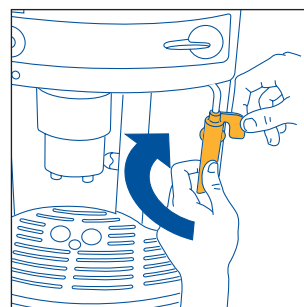

Fig.25
- Vri det lille håndtaket mot høyre helt til det stopper, hold fast røret på cappuccinolageren med en hånd, og vri så hele cappuccinolageren mot høyre helt til den kan trekkes nedover og ut (fig. 25)